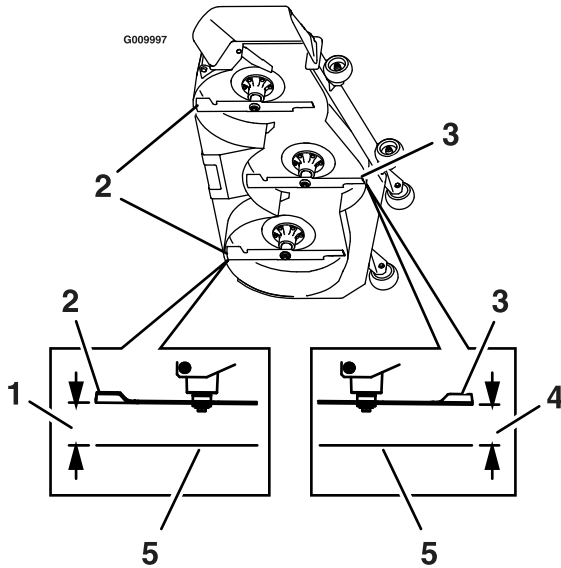

Figura 81
- Mida desde la superficie nivelada hasta la punta delantera de la cuchilla central (Figura 81).